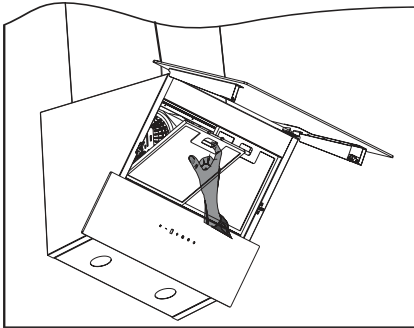

Abb.9: Metallfettfilter entnehmen, bzw. einsetzen
- Griffleiste des Metallfettfilters nach unten drücken (⇒ Abb. 9).
(⇒ Abb. 9).